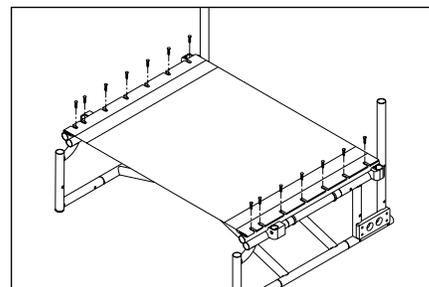

Abb. 7
E. RÜCKENLEHNE HÖHENEINSTELLUNG (FIG. 7)